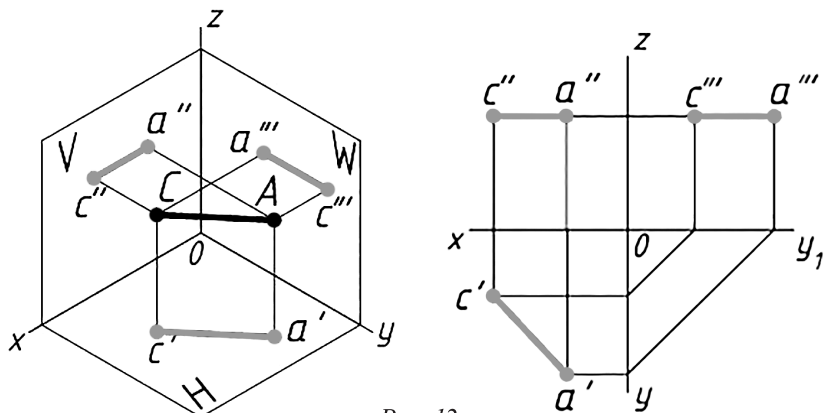

Рис. 12
*Виды прямых частного положения.* Горизонтальная прямая — прямая, параллельная горизонтальной плоскости проекций (рис. 12).